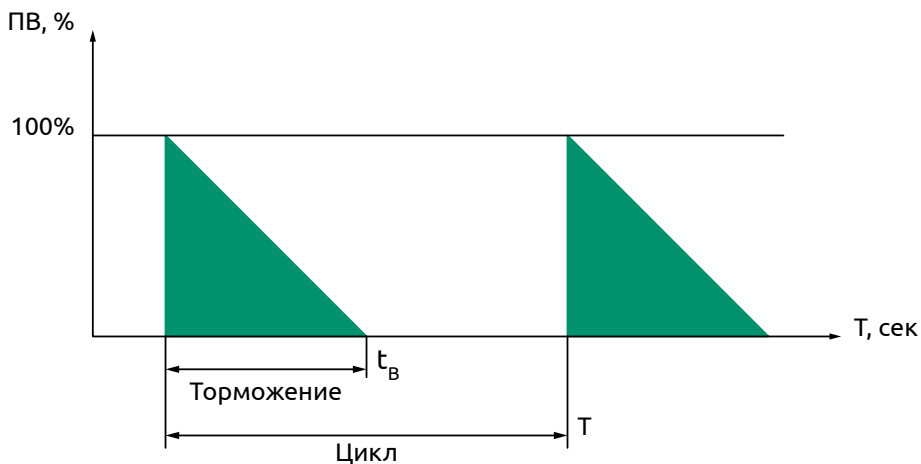

Рисунок 16 – Определение относительной продолжительности включения тормозного резистора
- 1) Величина ПВ% тормозного резистора определяет минимальный период торможения, при котором произойдет полное рассеивание тепла на тормозных резисторах, выделившегося в процессе торможения (см. рисунок 16). Рекомендуемое время цикла 1 минута.